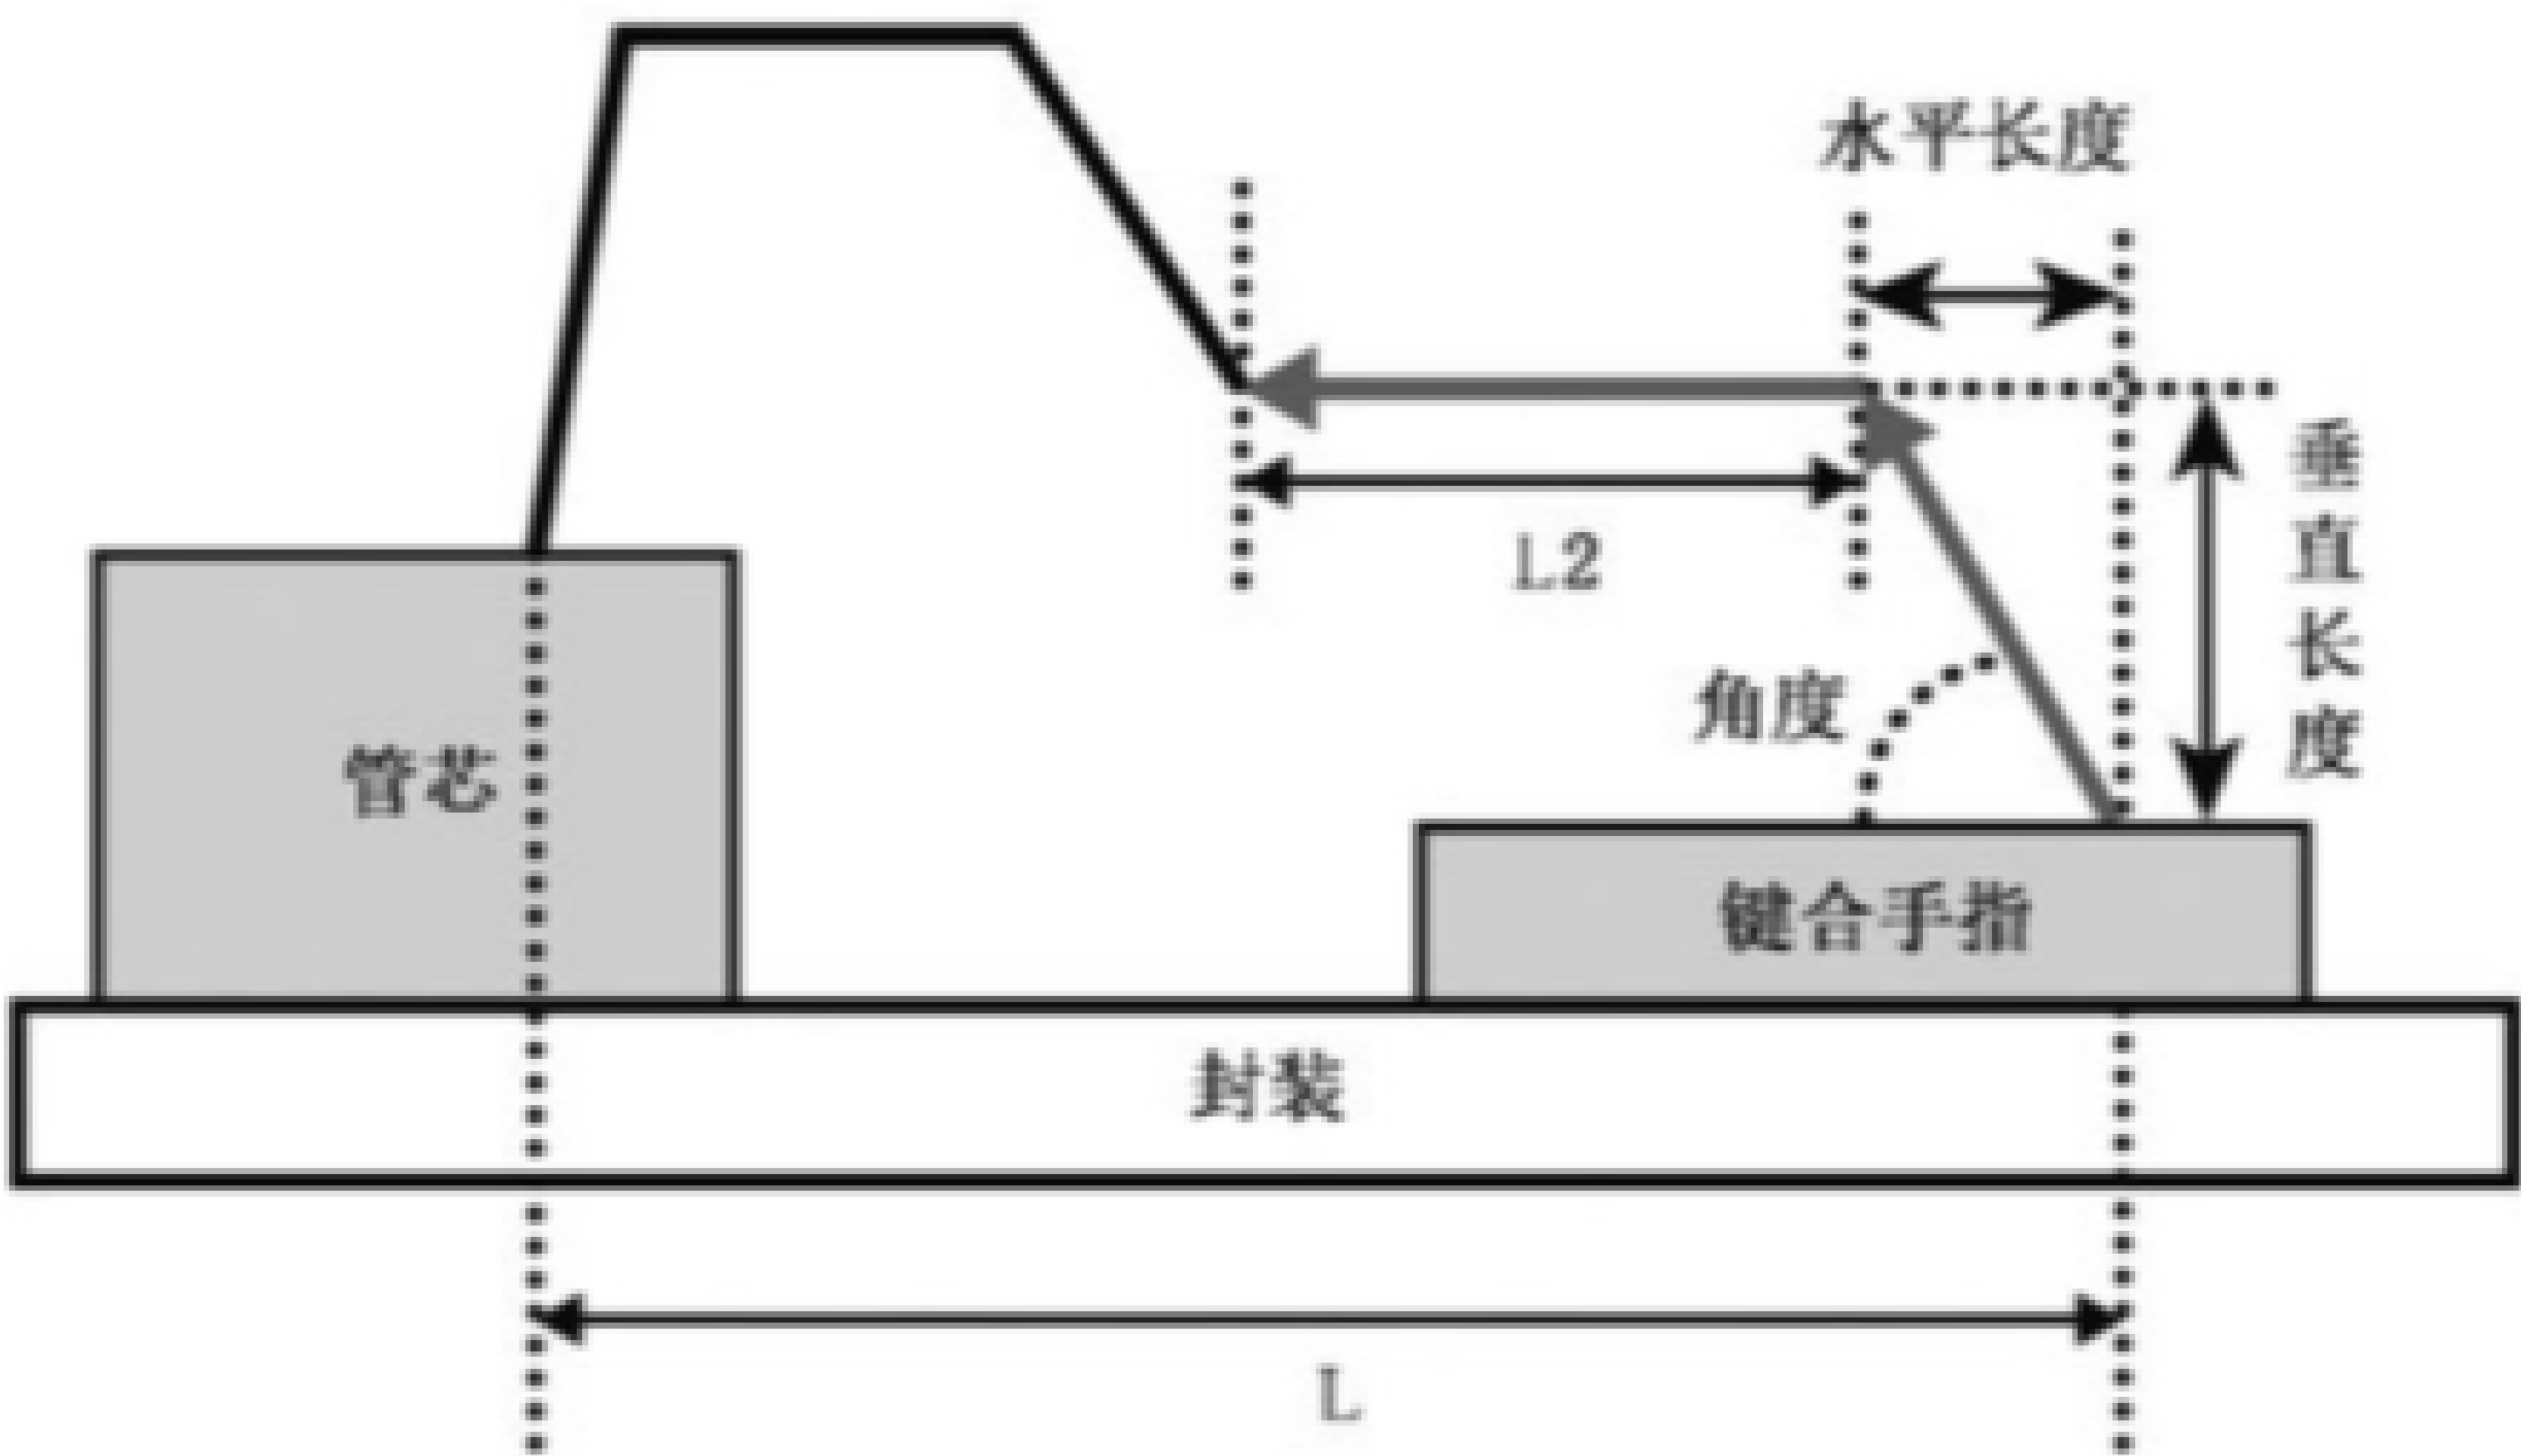

图 63 键合丝形状示意图
从第一个位置到管芯的第二个位置指定了一些 <backward> 语句(参见图 63)。<backward> 语句由可选的水平长度属性、可选的垂直长度属性、可选的角度属性和可选的水平比率属性组成。
- a) horizontal\_length: 此属性定义到管芯位置的水平长度, 如图 63 所示。长度的单位由 <unit> 语句中的 <distance> 语句定义。
- b) vertical\_length: 此属性定义从第一个位置到管芯的垂直长度, 如图 63 所示。长度的单位由 <unit> 语句中的 <distance> 语句定义。
- c) angle: 此属性定义从第一个位置到管芯的角度, 如图 63 所示。角度的单位由 <unit> 语句中的 <angle> 语句定义。
- d) horizontal\_ratio: 此属性定义图 63 中水平长度(L1)和总长度(L)的比率。